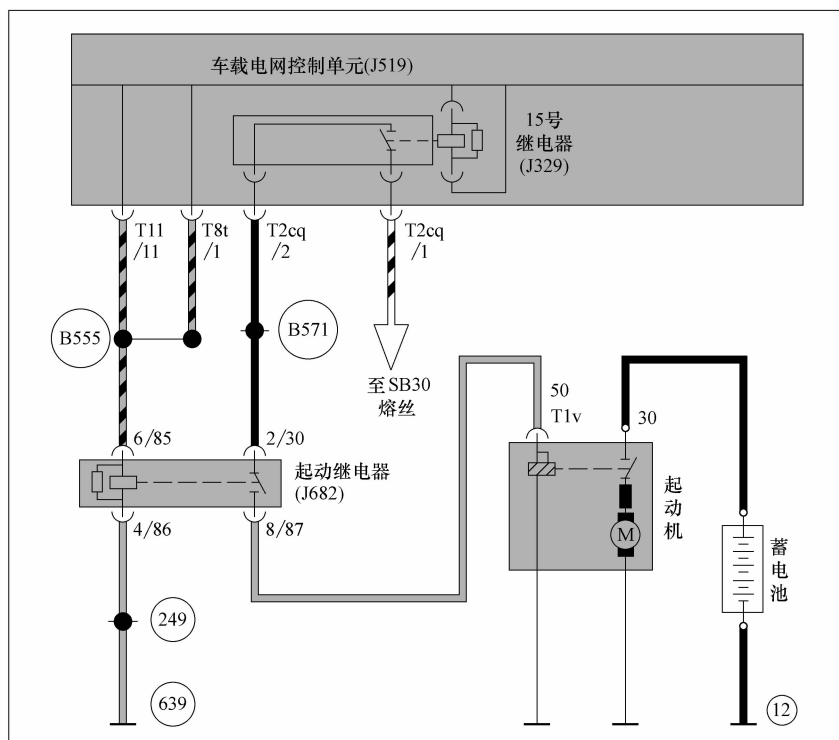

图 4-37 迈腾 LST 轿车起动机电路
(1) 故障信息 某 2009 年产迈腾 1.8T 自动变速器轿车, 起动机有时无法工作。
(2) 检查分析 根据电路图如图 4-37 所示, 直接短接 J682 的端子 30 和端子 87, 此时起动机能正常运转; 在起动机正常工作时, 测量 J682 的端子 85 与搭铁间的电压为 0V, 而正常应为 12V, 检查了 J682 的端子 85 与 J519 的端子 T11/11 之间的线路正常, 检查 J682 的端子 86 的搭铁情况, 也正常。